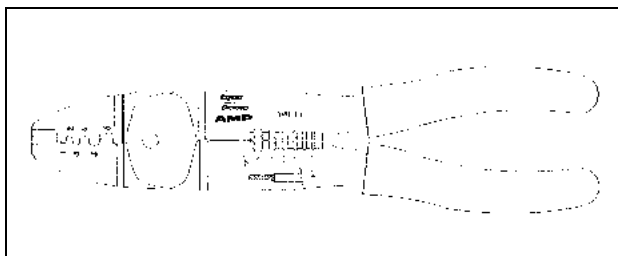

figura 14.9: Pinze Tyco AMP 169111-1
- Pinze Tyco AMP 169111-1 (vedere figura 14.9)